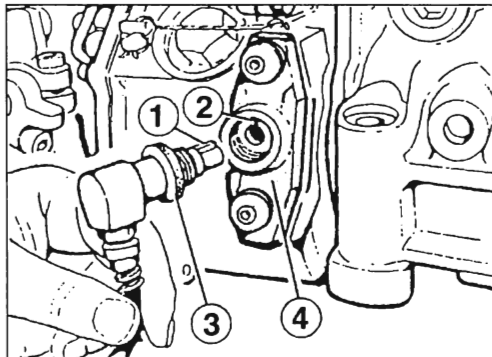

Рис. 1.62. Установка оптического датчика на корпус регулятора топливного насоса высокого давления.
- ♦ Установите в отверстие топливного насоса оптический датчик. Убедитесь, что установочный штифт (1) вошел в проточку (2). Затяните вручную винт с накаткой (3).
**Внимание:** может случиться что фланец (4) будет находиться в положении, отличающемся от указанного на рис. 1.62, на 180°.